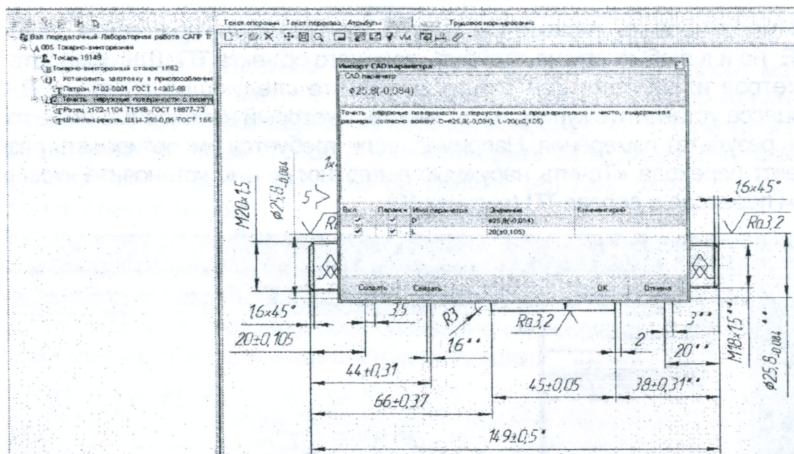

Рисунок 13 – Отображение экрана при подключении САД-параметра с эскиза
2. Выделите на чертеже (эскизе) импортируемый параметр – его значение отобразится в открывшемся окне **Импорт CAD параметра**. Параметр можно связать с существующим параметром техпроцесса или создать новый. Если параметр уже существует – установите курсор на этот параметр и нажмите кнопку **Связать**. Если требуется создать новый параметр, нажмите кнопку **Создать**. Связанный параметр будет выделен желтым цветом. Например, требуется связать с текстом перехода значение обрабатываемого диаметра $D=25,8_{-0,084}$ и длины $L=20\pm 0,105$ (рисунок 13).